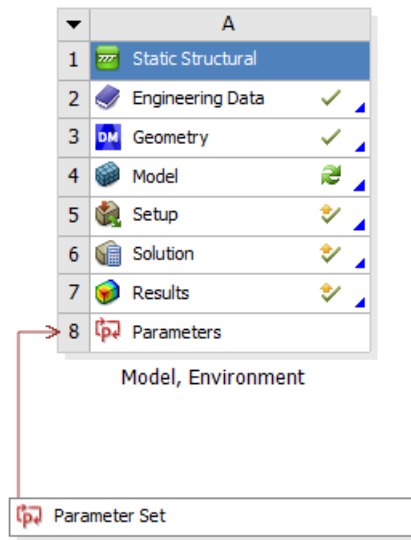
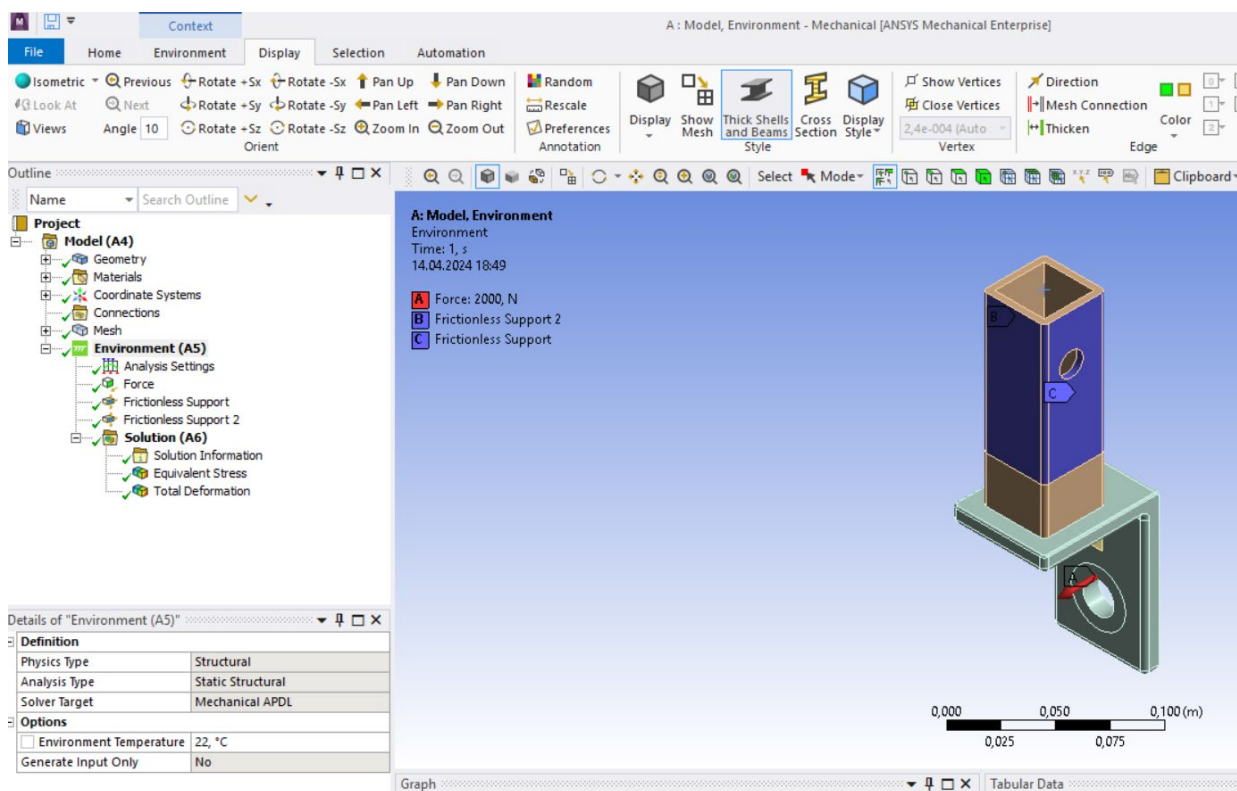

Рисунок 7 – Схема проекта с панелью параметров
Рисунок 9 – Графический интерфейс Workbench Mechanical
5. Схема проекта (Project Schematics) теперь включает панель параметров (Parameter Set). Стрелка, выходящая из Parameter Set и соединяющаяся с ячейкой Parameters в Static Structural, указывает, что определены входные параметры (рисунок 7). Дважды нажимаем на ячейку Parameters и открываем соответствующее окно, в котором видны заданные входные параметры проекта (рисунок 8).
6. Дважды нажимаем на Setup (Project Schematic) (рисунок 7). В зависимости от версии ANSYS может появиться или не появиться диалоговое окно, указывающее, что вышестоящие данные должны быть прочитаны повторно. Если данное окно появилось, то нажимаем Yes для открытия окна Mechanical. Если окно для подтверждения не появилось, то окно Mechanical открывается автоматически (рисунок 9).